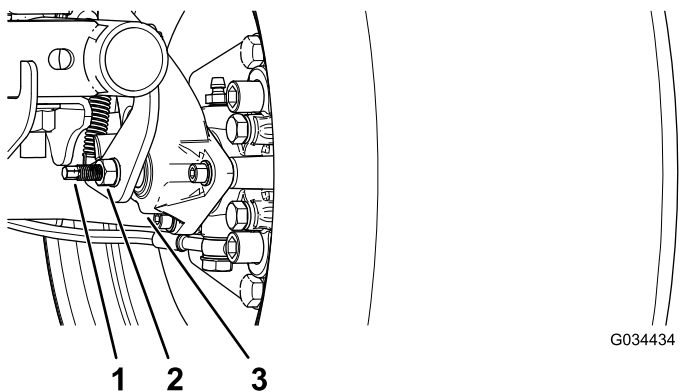

Figura 56
3. Usando 2 llaves, sujete el espárrago de ajuste de la pinza con una llave y afloje la contratuerca ¼ de vuelta con la otra llave (Figura 56).
4. Sujetando el espárrago de ajuste y la contratuerca para que no se muevan, gire el espárrago de ajuste hacia dentro para apretarlo (Figura 56).
5. Sujetando el espárrago de ajuste y la contratuerca para que no se muevan, afloje el espárrago ¼ de vuelta (Figura 56).
6. Sujetando el espárrago de ajuste y la contratuerca para que no se muevan, apriete la contratuerca (Figura 56).